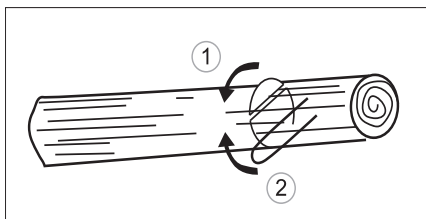

Рис. 22
3. В случая когато дънерът е върху опори от двата края, прорежете отначало отгоре на 1/3 на диаметър на дънера за да избегнете разделяне. След това завършете срезотдолу така, че той да съвпадне с първи срез, като избягате заклъняване (рис. 22).